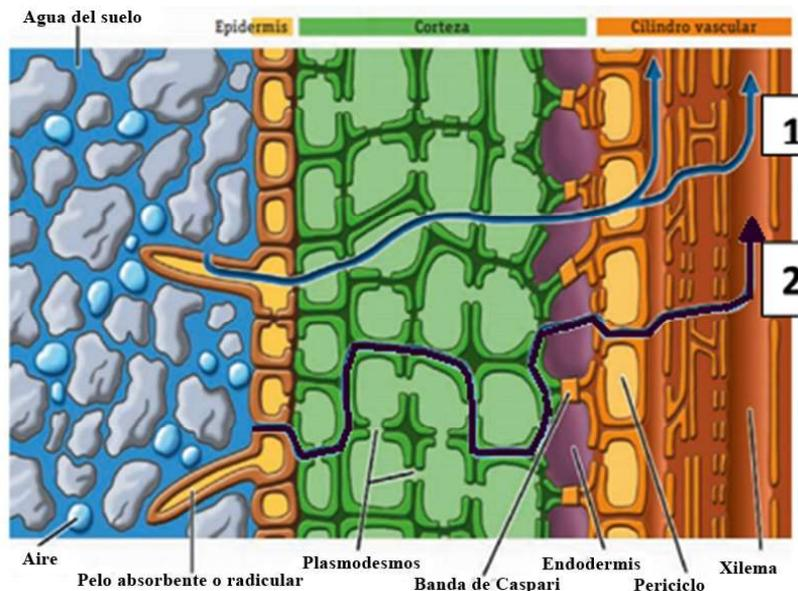

Figura 2: Corte transversal de una raíz⁴
3. En la figura 2 se observa un corte del suelo y de la raíz. Además, hay dos flechas (1 y 2), que indican el recorrido del agua, a través de los tejidos de la raíz hasta llegar al cilindro vascular.